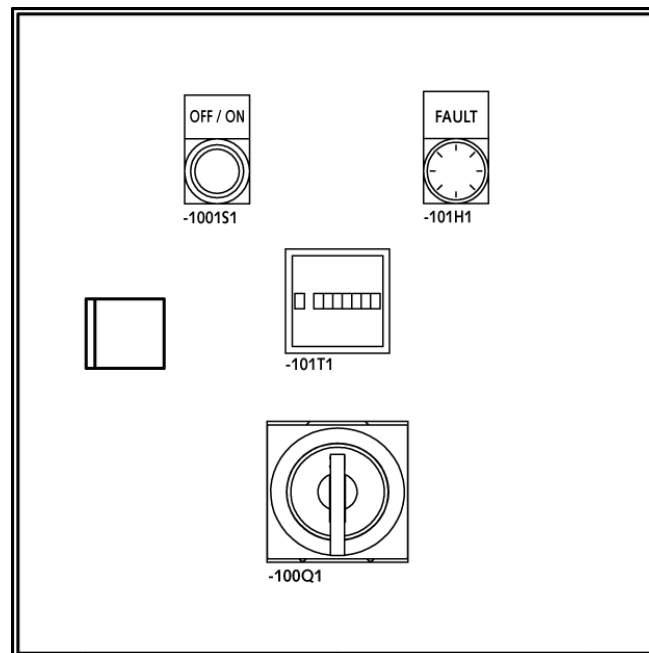

Abb. 9: Schalt- und Steuerschrank
- Hauptschalter (100Q1, Abb. 9) auf Stellung „ON“ stellen.
- Betätigen Sie den Drucktaster (101S1, Abb. 9) am Schalt- und Steuerschrank.
- Hauptschalter (100Q1, Abb. 9) auf Stellung „OFF“ stellen.